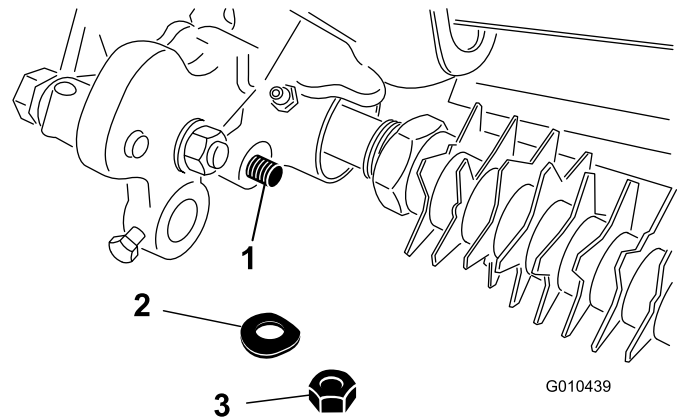

図 4
4. 刈高アセンブリのロッド端部をグルーマ駆動アセンブリに固定しているロックナットとワッシャを外す 図 4。